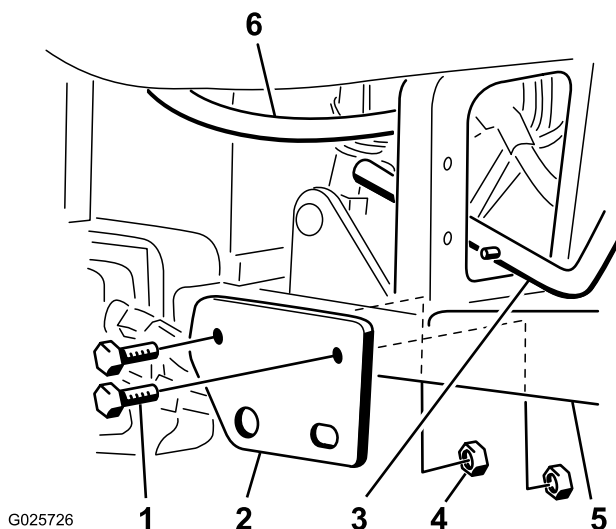

Figura 2
5. Instale el soporte de montaje de la palanca de elevación del escarificador en los tubos del reposapiés derecho con 2 pernos (1/2 x 3-1/4 pulgadas) y contratuercas finas (1/2 pulgada), según se muestra en Figura 2.
Nota: Debe haber un espacio mínimo de 1/8 pulgada entre el tubo hidráulico y el conjunto de la palanca de elevación. Coloque el tubo hidráulico con cuidado en la posición correcta (Figura 2).